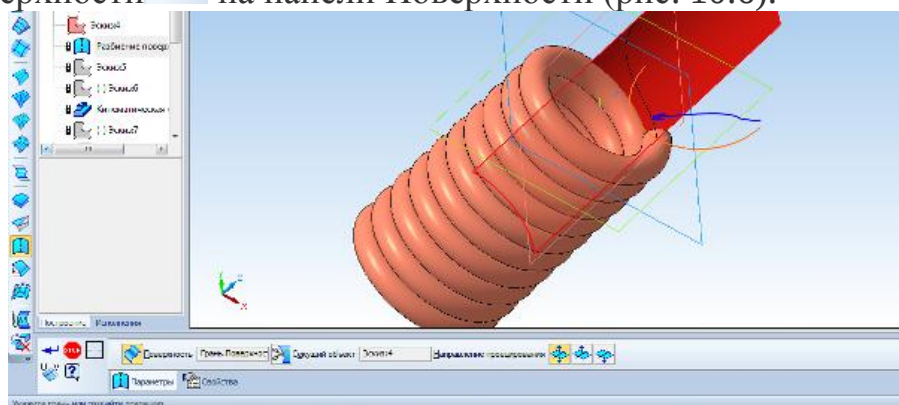

Рис. 10.6. Проецирование дуги
7. Спроецируем дугу на поверхность выдавливания. Вызываем команду Разбиение поверхности  на панели Поверхности (рис. 10.6).